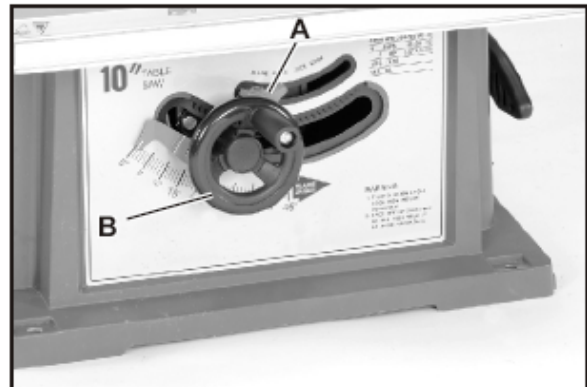

Fig 14.
Drehen Sie das Handrad, um das Sägeblatt (B), Abb. 14, zu heben oder zu senken. Durch Drehen des Handrads im Uhrzeigersinn senkt sich das Sägeblatt und durch Drehen des Handrads entgegen dem Uhrzeigersinn hebt sich das Sägeblatt.
WARNUNG: DER KIPPARRETIERGRIFF (A), Abb. 14, DES SÄGEBLATTS MUSS BEI ALLEN SCHNEIDEVORGÄNGEN VERRIEGELT SEIN.